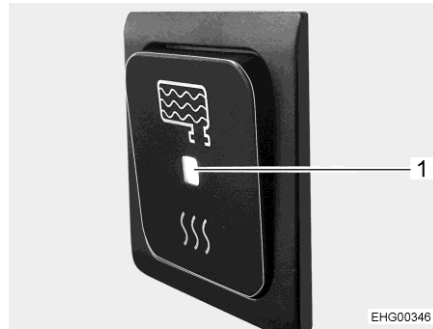

Fig. 66 Interrupteur Marche/Arrêt sur Marche
Quand l'interrupteur Marche/Arrêt de la commande est sur Marche (Fig. 66), le chauffage du réservoir d'eaux usées s'enclenche automatiquement dès que la température extérieure passe au-dessous de 0 °C. Le réservoir d'eaux usées est ainsi protégé du gel.
- Appuyer sur la partie inférieure de l'interrupteur Marche/Arrêt. L'indicateur DEL (Fig. 66,1) s'allume.
- Appuyer sur la partie supérieure de l'interrupteur Marche/Arrêt. L'indicateur DEL (Fig. 66,1) s'éteint.